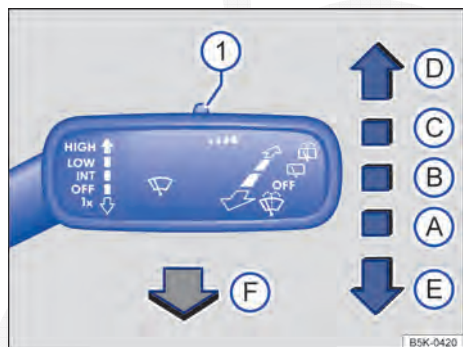

Fig. 115 À direita da coluna de direção: comandar os limpadores do para-brisa.
- Pressionar a alavanca dos limpadores do para-brisa brevemente para baixo → Fig. 115 **E**.